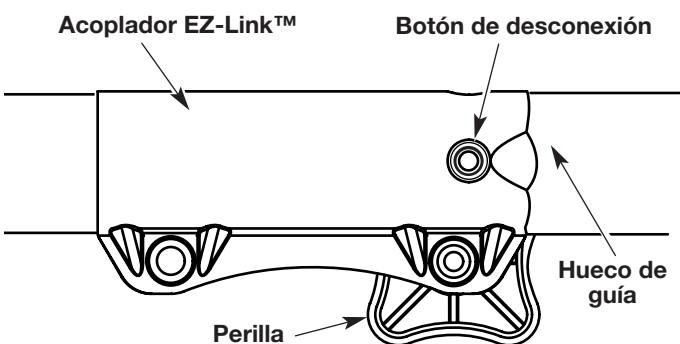

Fig. 23
2. Opima y sostenga el botón de desconexión (Fig. 23).
**NOTA:** La alineación del botón de desconexión con el hueco de guía facilitará la instalación (Fig. 23).